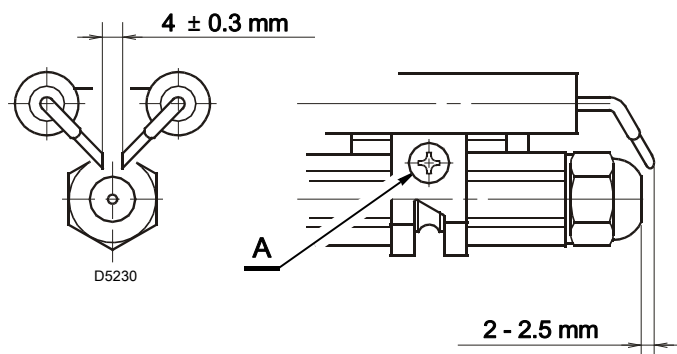

图 19
拆除或安装喷嘴之前，需拧松螺丝 A)(图 19) 并向前移动点火电极。
- 1) 电极位置正确，(见图 19)。